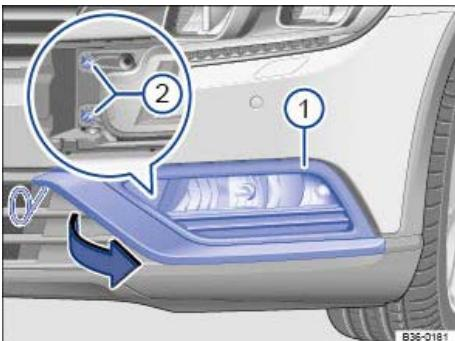

Abb. 311 Im Stoßfänger vorn links: Scheinwerfer für Nebellicht und Tagfahrlicht.
2. Den Drahtbügel aus dem Bordwerkzeug ⇒ Bordwerkzeug wie gezeigt in die Aussparung einführen und die Abdeckung ⇒ Abb. 311 (1) mit dem Drahtbügel in Pfeilrichtung nach vorn ziehen.
3. Die Befestigungsschrauben des Scheinwerfers ⇒ Abb. 311 (2) mit dem Schraubendreher herausdrehen.
12. Die Befestigungsschrauben des Scheinwerfers ⇒ Abb. 311 (2) hineindrehen.
13. Die Abdeckung ⇒ Abb. 311 (1) zurück in den Stoßfänger einsetzen und einrasten lassen.